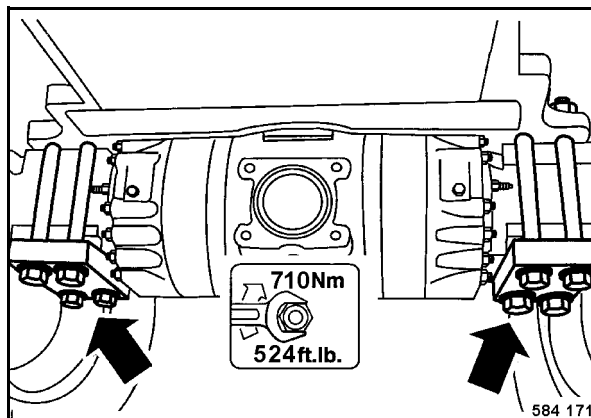

Fig. 140
- Comprobar todas las tuercas de fijación de los bujes de sujeción del eje (Fig. 140) por asiento fijo.